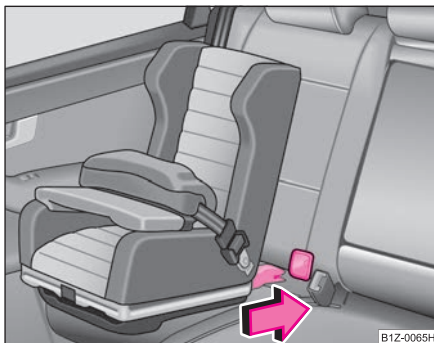

Fig. 129 Scaunul cu sistem ISOFIX se montează în dispozitivele de prindere existente.
- Împingeți brațele de fixare ale scaunului pentru copii prin elementele de prindere montate, în inele, până când se aude zgomotul specific de blocare ⇒ fig. 129.